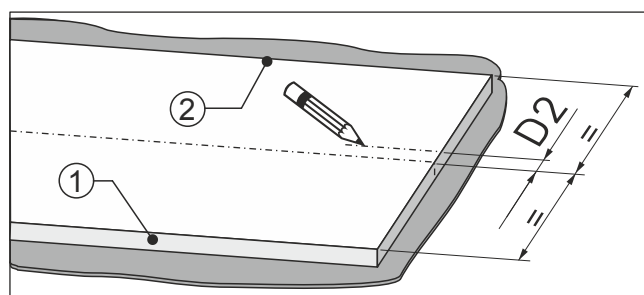

Fig. 93
- Zmierzyć wymiar Fig. 93 (D2) od środka frontu meblowego w stronę kierunku otwierania drzwi Fig. 93 (2).